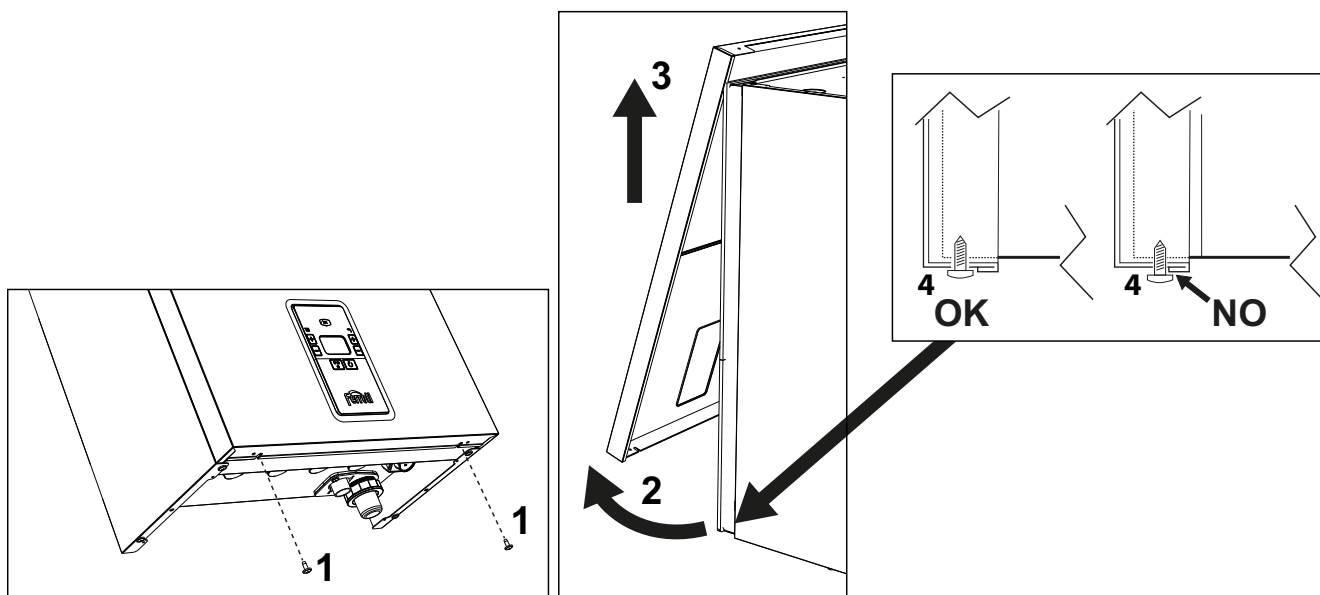

fig. 45- Openen van het voorpaneel
1. Draai de schroeven "1" los (zie fig. 45).
Ga in omgekeerde volgorde te werk om het voorpaneel weer te monteren. Verzekert u ervan dat de ketel goed is vastgehaakt aan de bovenste bevestigingen en aan de zijkanten volledig ondersteund wordt. De kop van de schroef "4" mag, als hij eenmaal aangehaald is, niet onder de onderste vouw van de aanslag zitten (zie fig. 45).